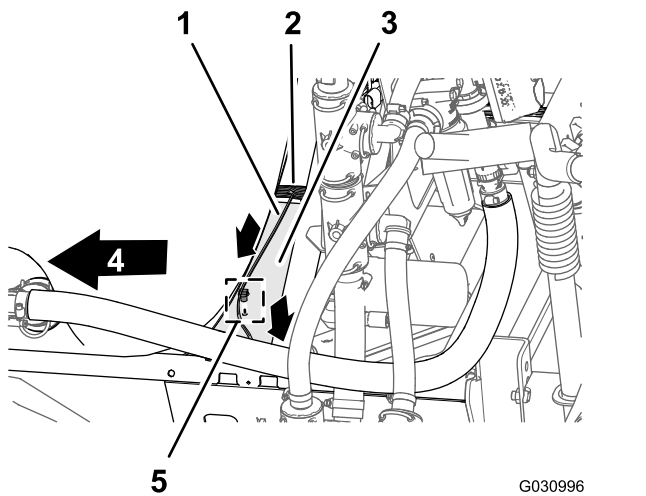

Рисунок 94
1. Проложите ответвление жгута проводов длиной 86,6 см, предназначенное для электромагнита насоса опрыскивателя, через верхнюю часть швеллера рамы опрыскивателя и вниз к электромагниту насоса опрыскивателя (Рисунок 94).
2. Вставьте вставной держатель ответвления жгута проводов длиной 86,6 см в отверстие швеллера рамы опрыскивателя (Рисунок 94).